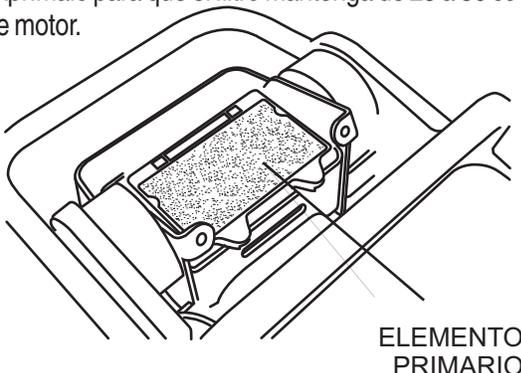

Figura 12. Filtro primario del filtro de aire
- Retire la cubierta del filtro de aire. Afloje y retire los 2 tornillos de la cubierta del ensamble del filtro de aire. Si el filtro primario (Figura 12) esta sucio, lávelo con gasolina ó keroseno. Después sumérgalo en aceite de motor (SAE10W-30) y exprímalo para que el filtro mantenga de 25 a 30 cc de aceite de motor.